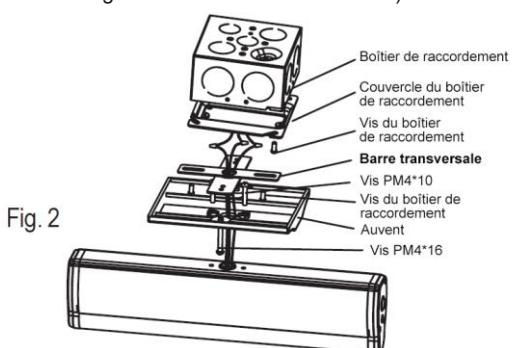

Fig. 2
- Fixez la barre transversale (si nécessaire) à la boîte de jonction. (Voir Fig. 2 pour l'installation de la barre transversale ou Fig. 3 pour l'installation sans barre transversale)
- Assemblez l'auvent sur le corps principal avec (2) PM4*10 et effectuez les connexions de fils appropriées. (Voir CONNEXIONS ÉLECTRIQUES)